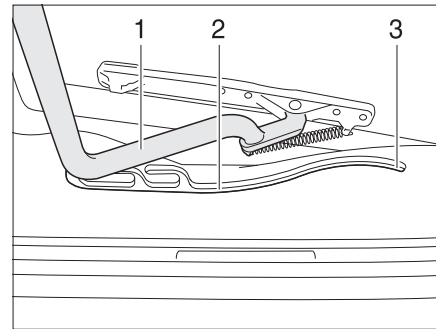

Fig. 82 Lanterneau Heki, glissière
- Tirer l'étrier (Fig. 82,1) dans les glissières (Fig. 82,2) jusqu'à la position la plus reculée (Fig. 82,3).
- Pousser l'étrier (Fig. 82,1) légèrement vers le haut avec les deux mains.
- Tirer l'étrier dans les glissières (Fig. 82,2) jusqu'à la position souhaitée.